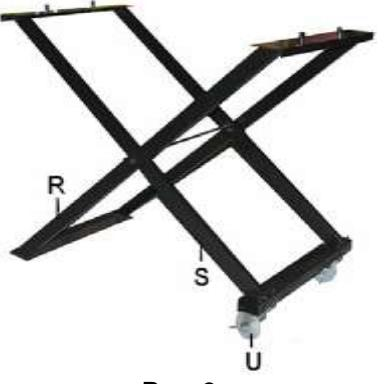

Рис. 3
Соберите основание, как указано на Рис.3, установите и закрепите на нем станину (1) плиткореза и зафиксируйте её при помощи двух болтов с квадратным подголовком и фиксирующих гаек (см. п.4).
9.2. Как показано на Рис.3, на консоли (27) установите и закрепите винтом (26) блок двигателя (25).